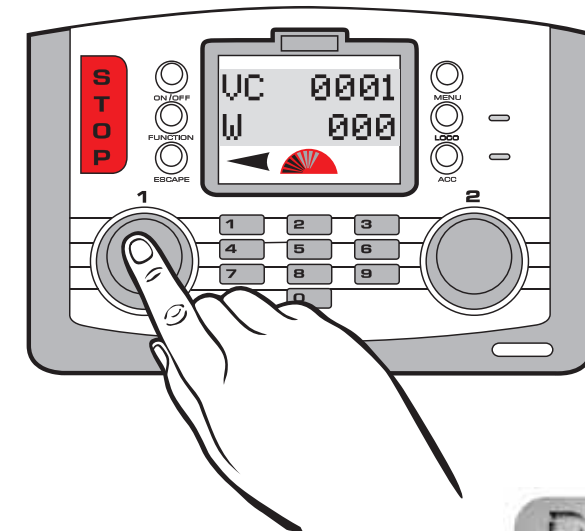

Fig 1
7. Pulse el **mando 1**. En la pantalla aparece "**VC 0001 W 000**". Véase la Fig. 1.